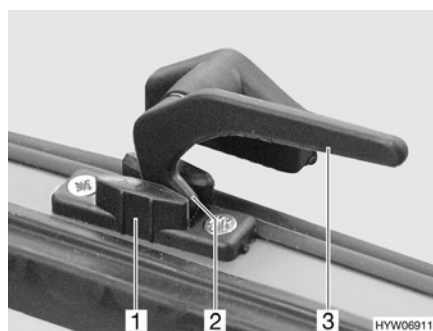

Fig. 31 Levier de verrouillage en position "Aération permanente"
- En position "Aération permanente" (Fig. 31)
- Tourner le levier de verrouillage (Fig. 31,3) d'un quart de tour vers le centre de la fenêtre.
- Remettre le levier de verrouillage en position initiale. Le tenon de verrouillage (Fig. 31,2) doit pénétrer alors dans le logement prévu à cet effet dans le verrouillage de fenêtre (Fig. 31,1).